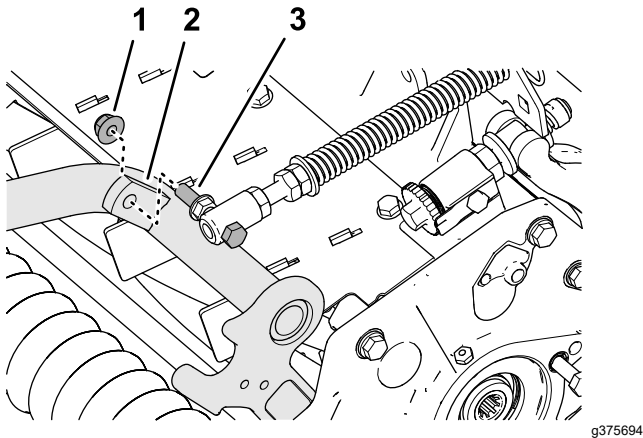

Figure 10
- 4. Fixez le ressort de compensation sur la patte droite du bâti porteur (Figure 10) avec le contre-écrou à embase (3/8 po).